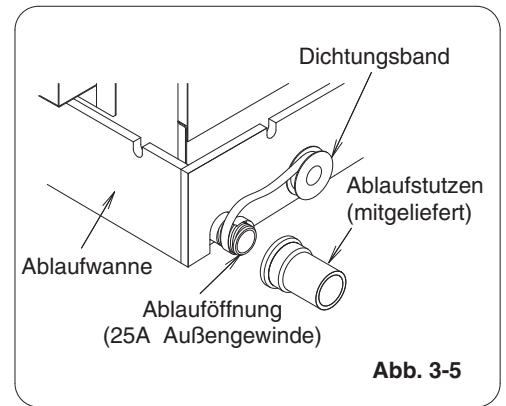

Abb. 3-5
- (1) Ein Standard-Hart-PVC-Rohr (Außendurchmesser: 32 mm) als Ablaufleitung zusammen mit dem mitgelieferten Ablaufschlauch und dem Schlauchbinder verwenden, um Tropfwasser zu vermeiden. Das PVC-Rohr muss separat gekauft werden. Hierbei muss das PVC-Rohr am Verbindungsstück mit Klebemittel versehen werden.
- (2) Wenn ein Ablaufstutzen (mitgeliefert) an der mit Gewinde versehenen Ablauföffnung angeschlossen wird, zunächst das Gewinde der Ablauföffnung mit Dichtband umwickeln und dann den Verbinders anschließen. (Abb. 3-5)